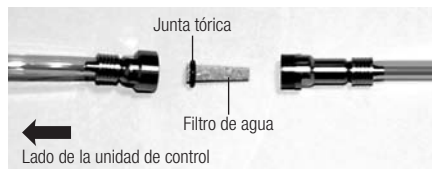

Fig. 26
- 2) Cuando el alojamiento del filtro de agua se separe, puede retirarlo tal y como se muestra en la Fig. 26. Sustitúyalo por uno nuevo y vuelva a ensamblar el filtro en el orden inverso (Fig. 26).
Ensamble el filtro de agua en la dirección correcta tal y como se muestra en la Fig. 26.